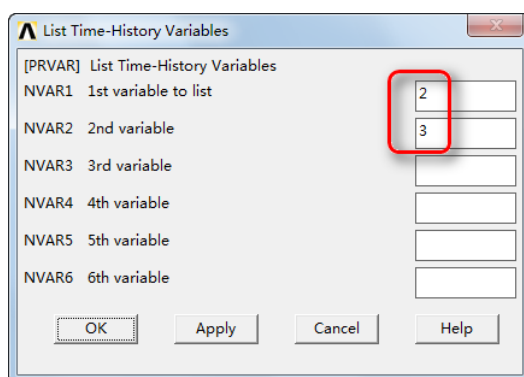

图 14-45 “List Time-History Variables” 对话框
⑩列表显示变量: Main Menu > TimeHist PostPro > List Variables, 弹出“List Time-History Variables”对话框, 如图 14-45 所示, 在“NVAR1”文本框中输入 2, 在“NVAR2”文本框中输入 3, 单击“OK”按钮, 屏幕显示如图 14-46 所示。
⑪退出 ANSYS: 在“ANAYS Toolbar”中单击“Quit”, 选择要保存的项后单击“OK”按钮。